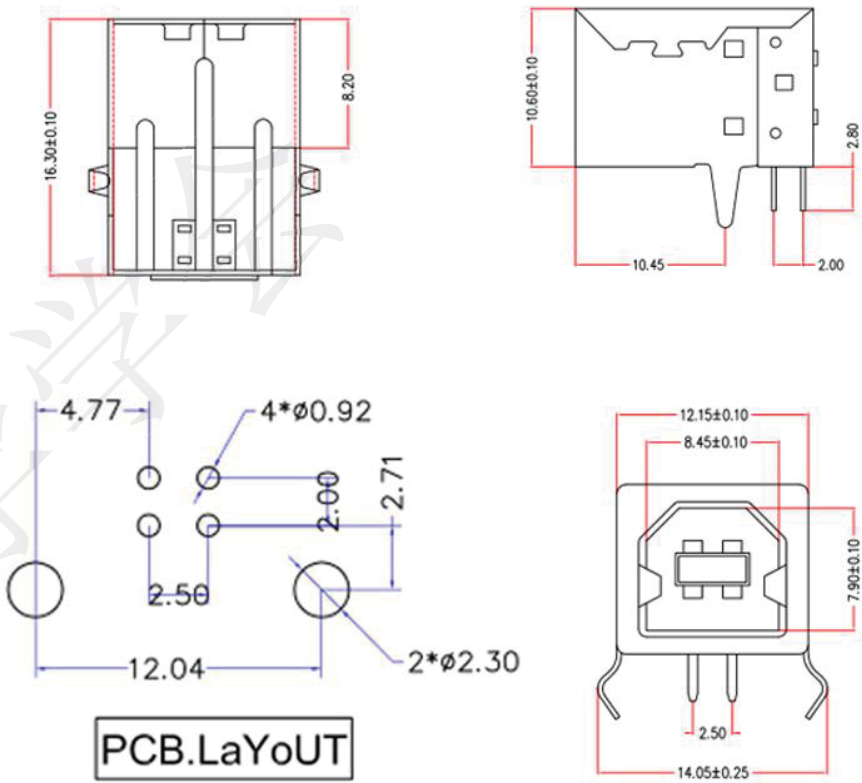

图 2
- 2、在 PCB 库文件 202006201.PcbLib 中根据图 2 给出的相应参数创建 ADP3110A 的 PCB 封装，命名为 USB-B-90，并在生成电路板中调用。（注：设计单位为 mm）；